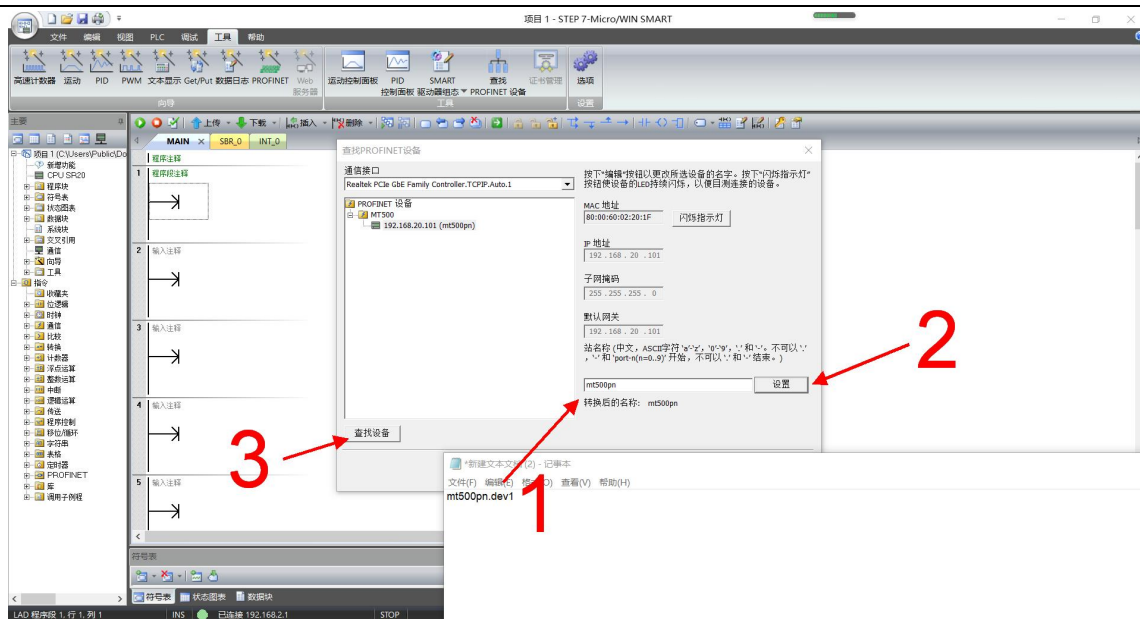

图 49 更改 PN 设备名称
(4) 如图 49 所示：点击编辑，更改设备名称与组态设备名称一致，再点击查找设备。